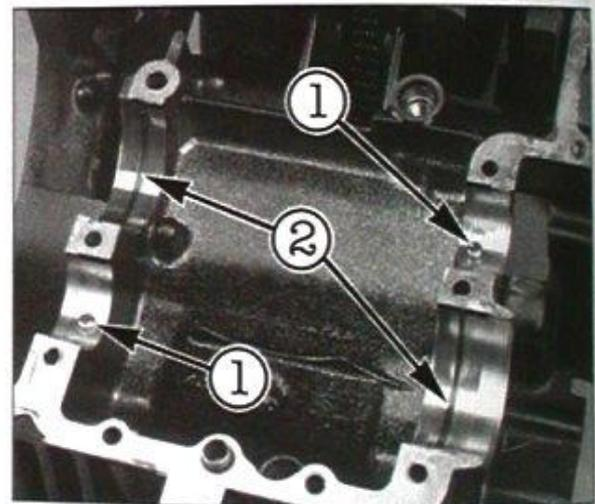

Bild 219
-  Darauf achten, dass Distanzscheibe mit abgeschrägter Seite zum Kugellager weist (Bild 219).